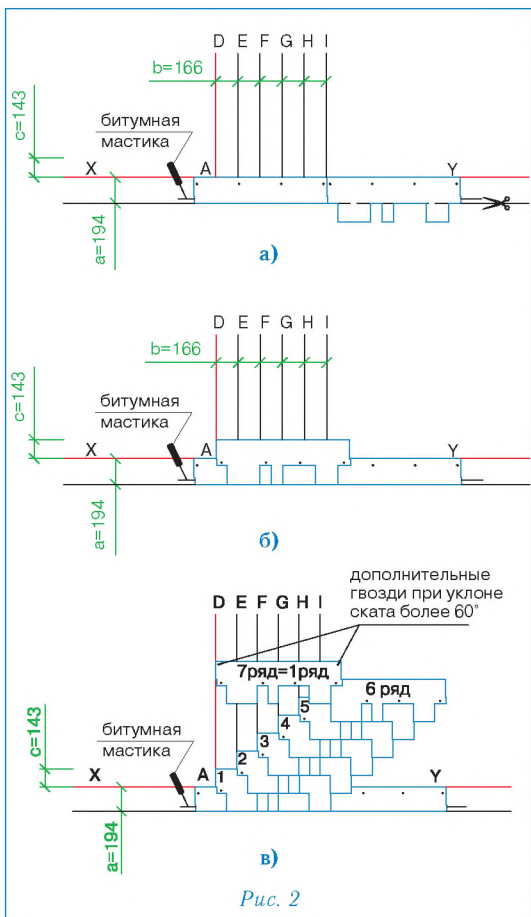

Рис. 2
Укладка материала (рис. 2)
- Начальный ряд формируется из листов черепицы ГОТИК с обрезанными лепестками. Полученные таким образом полосы шириной 19,4 см укладываются по линии карниза в обе стороны от линии I (рис. 2а) и фиксируются по нижнему краю битумной мастикой, а по верхней кромке 4 гвоздями (ось гвоздей на 5 см ниже верхнего края полосы);
- далее первый ряд черепицы укладывается от линии AD (рис. 2б);
- второй ряд укладывается от линии E (со смещением 16,6 см от AD) (рис. 2в);
Каждый лист черепицы ГОТИК крепится 4 гвоздями таким образом, чтобы гвоздь прошивал и верхний край нижележащего листа черепицы (рис. 2в).